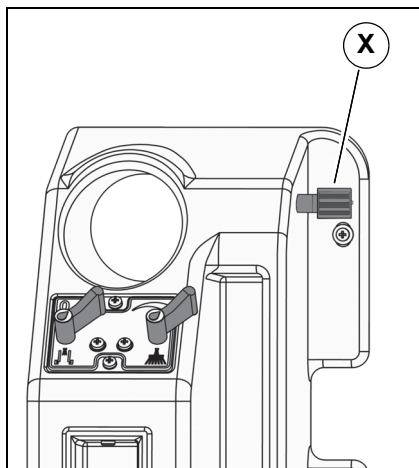

Bild 120:
2. Lyft frontaggregathållaren och använd sänkventilen **Bild 120-X** för att fixera hållaren i den övre positionen.
7. Öppna sänkventilen **Bild 120-X** igen.